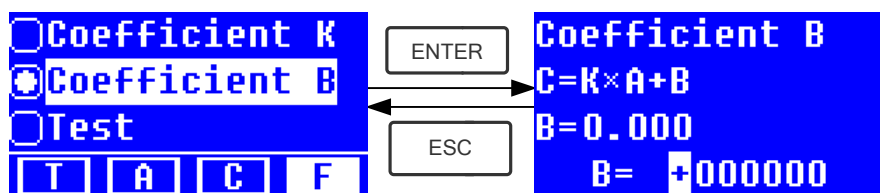

Fig.4-19
- ★ Insira o valor de **B** da mesma maneira (Fig. 4-19)